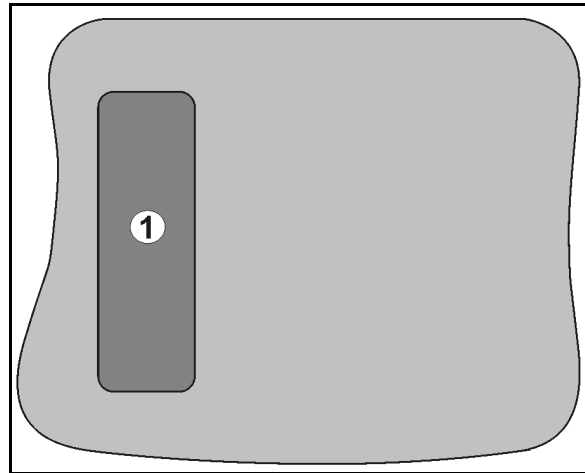

Fig. 9
- Cihazın arka tarafında Shift tuşu bulunmaktadır (Fig. 9/1).